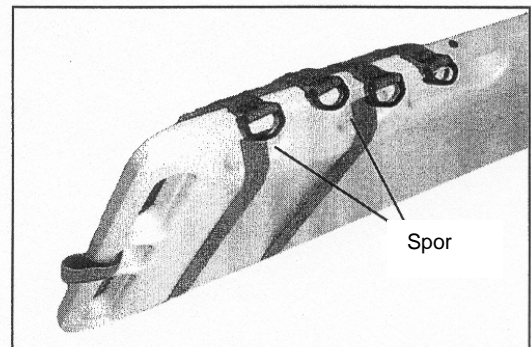

Fig. 1 Festestropper trødd gjennom spor i ryggbrett
- Fig. 1** Festestropper trødd igjennom spor i ryggbrettet
3. Dersom ryggbrettet har hull i sidene, trø sidestroppene gjennom hullene (fig. 1) og sikre deretter sidestroppene til festestripsene på underlagsplaten.